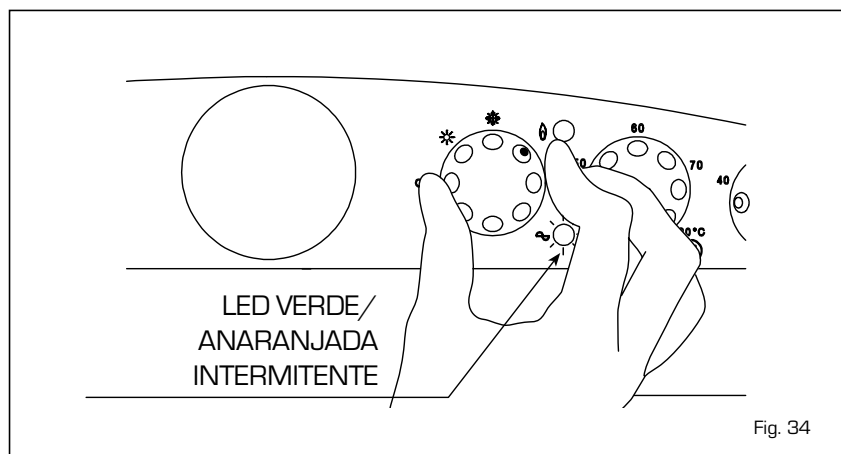

Fig. 34
Para efectuar la verificación de la combustión de la caldera gire el selector y permanezca en la posición (I) hasta cuando la luz indicadora bicolor verde/anaranjada esté intermitente (fig. 34). Desde este momento la caldera iniciará a funcionar a la máxima potencia (20.000 - 25.000 kcal/h) con